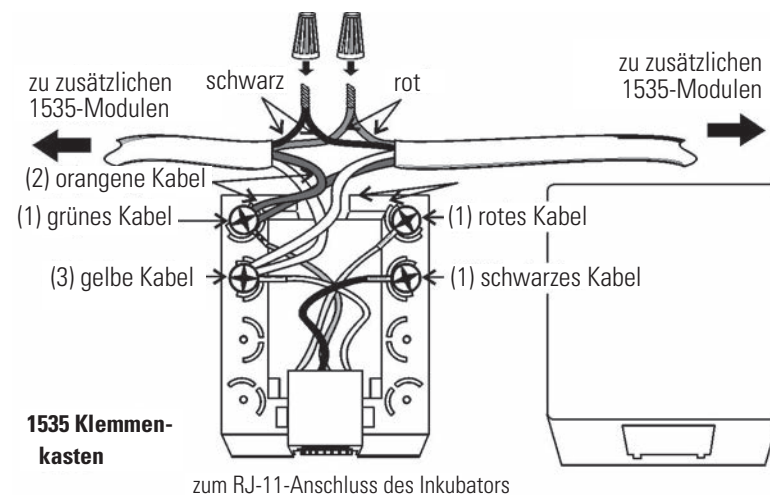
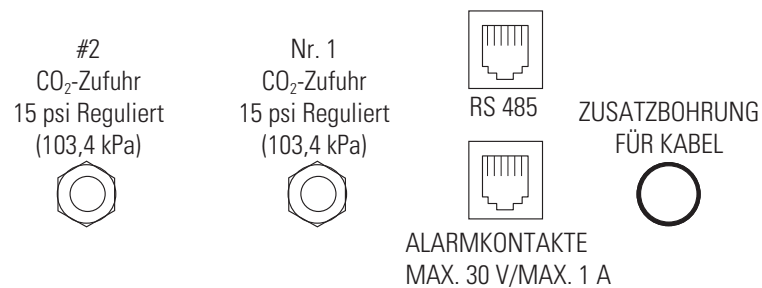
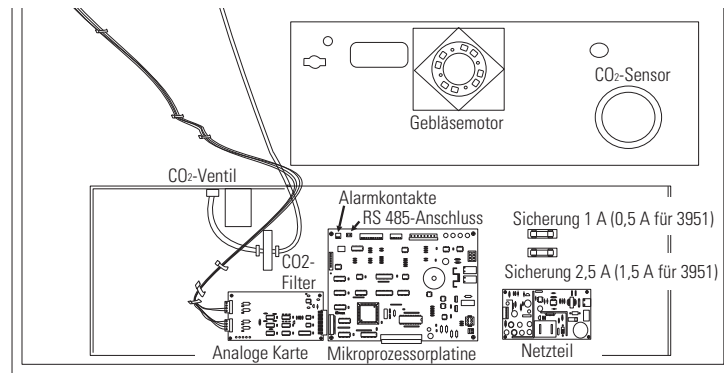

Abbildung 6-2. RS485 Schnittstelle – Verkabelung
Abbildung 6-3 Position des RS485-Anschlusses auf der Rückseite des Geräts
Abbildung 6-5. Kabel verlegen
Ein Satz Relaiskontakte wird für die Alarmüberwachung über eine RJ11-Telefonbuchse an der Rückseite des Schrankes angeboten. Siehe Abb. 6-3 zwecks der Anordnung des Alarmanschlusses. Das circa 3,6 m (12 Fuß) lange Telefonkabel (P/N 190388) und die schraubbare RJ11-Wandlerbox (P/N 190392) erhalten Sie bei unserem technischen Kundendienst.
Alle Inkubator-Modelle werden auch mit der RS485-Kommunikationsoption angeboten. Mithilfe dieser Option kann der Inkubator direkt mit dem Alarmsystem Modell 1535 verbunden werden; dann wird kein Kommunikationsmodul benötigt. Jede RS485-Option wird mit einer Anschlussbox geliefert. Hinweise zur Verdrahtung entnehmen Sie bitte Abb. 6-2. Abb. 6-3 zeigt die Anbringung des RS485-Anschlusses an der Rückseite des Inkubators.
- Führen Sie die Kabel durch die Zusatzöffnung auf der Rückseite des Geräts. Siehe Abbildung 6-3 und Abbildung 6-5.